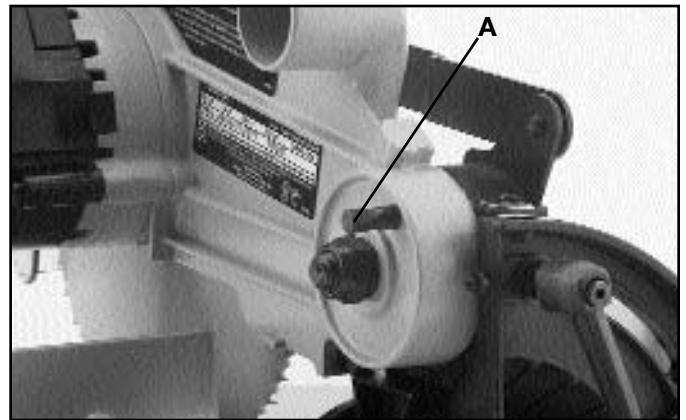

Fig. 16
Cuando vaya a transportar la sierra de ingletes, el brazo de corte debe colocarse siempre en la posición inferior. Esto puede hacerse bajando el brazo de corte, y empujando el pasador de cierre de brazo (A) Fig. 16 .